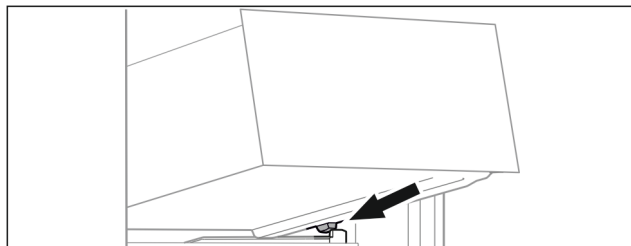

Fig. 63
- ▶ Наклоняя вниз, установите выдвижной ящик за стопоры на контейнерное ребро. (см. Fig. 63)